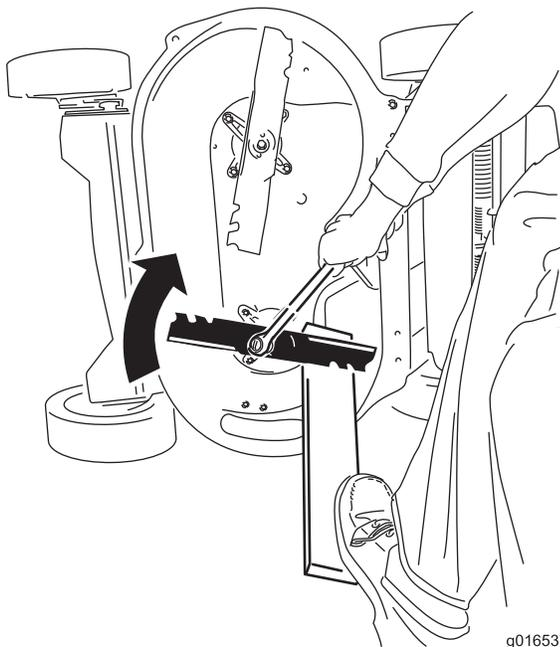

Figura 45
2. Apoye cada cuchilla en un trozo de madera, y gire el perno de la cuchilla en el sentido de las agujas del reloj con una llave dinamométrica, según se muestra en Figura 45; apriete el perno de la cuchilla a 82 Nm (60 pies-libra).